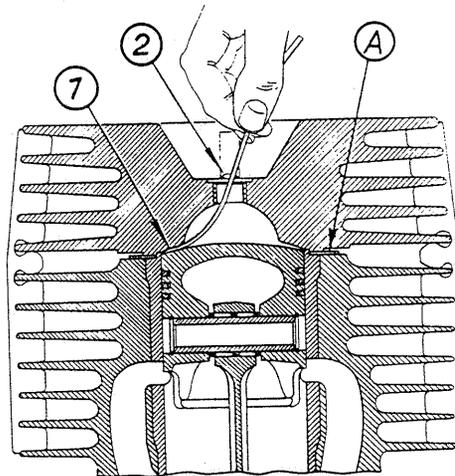

Fig. 268. Mesurer la cote d'interstice
La cote d'interstice (1) est fixée à $0,9 \dots 1,2 \text{ mm}$. La fig. 268 représente la méthode de mesure. Un fil en plomb, de préférence un fil à souder ayant l'épaisseur de 2 mm , est introduit dans la chambre de combustion à travers l'alésage de la bougie d'allumage. Le piston tourné au-delà du PMH aplatit le fil en plomb. Après avoir retiré le fil en plomb, on peut déterminer la cote d'interstice existante à l'aide d'un pied à coulisse ou d'un micromètre.